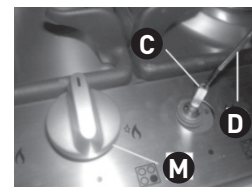

Fig. 14
- Insérez un petit tournevis D dans l'orifice C (fig. 14) et tournez la vis de réglage du gaz vers la droite ou la gauche jusqu'à ce que la flamme du brûleur soit correctement réglée en position minimale.